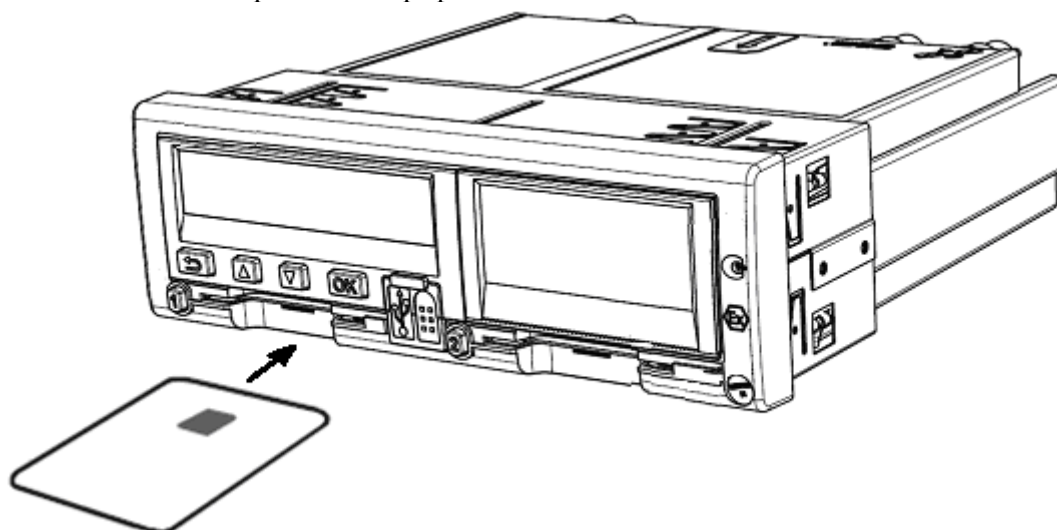

Рисунок 23 – Установка карты мастерской в картоприемник.
- 2) Установите карту мастерской чипом вверх в картоприёмник тахографа, как показано на Рисунок 23.